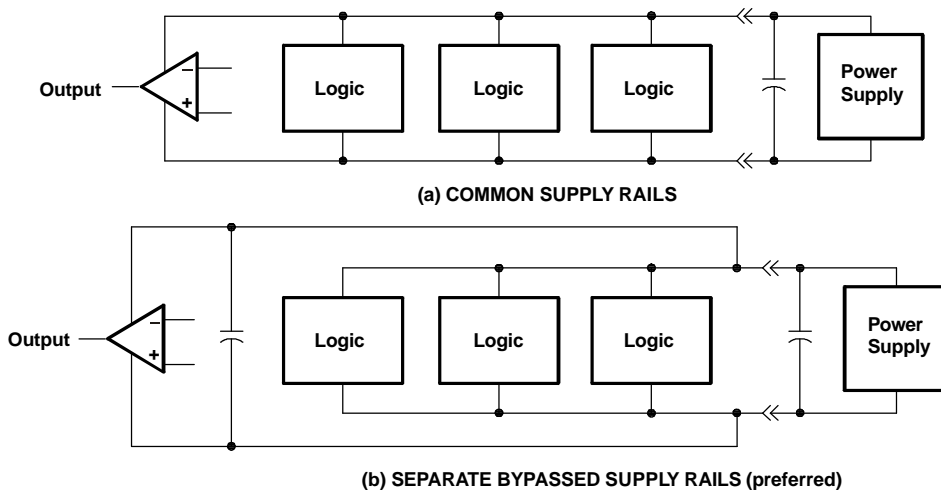

图39 公共的和分离的电源电压
1. 用分离的经旁路的电源线为线性器件供电（见图39）；否则，由于数字逻辑中的高开关电流产生的电压降可能引起线性器件电源电平的不稳定。